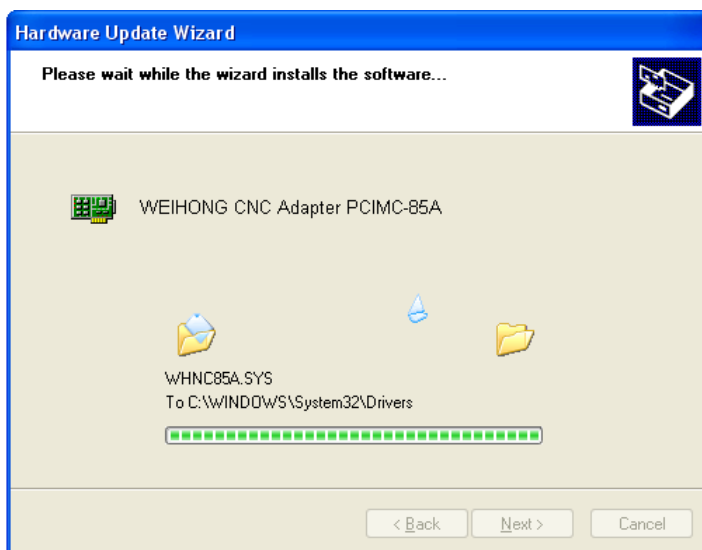

Рис. 1-14 Обновление драйвера
8) Нажмите [OK], чтобы вернуться назад, а затем нажмите [Next], чтобы начать обновление программного обеспечения драйвера. Прогрессирующий Изображение показано на рис. 1-14.